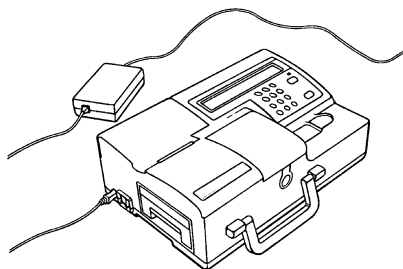

Fig. 2-1 Conexión del cable de alimentación
- Enchufe el cable de alimentación en un enchufe con toma de tierra. (Fig. 2-1).